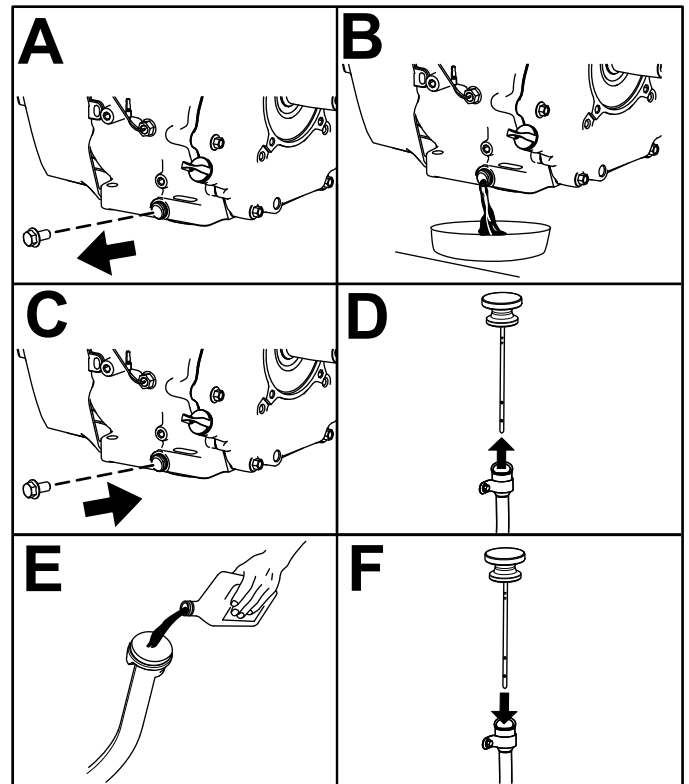

Figure 42
6. Vidangez l'huile moteur, comme montré à la Figure 42.